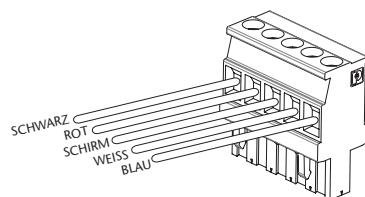

fig. 5
2. Schließen Sie jede Ader des CAN-Bus-Kabels an dem mitgelieferten 5-poligen Stecker (951 880) an (Abb. 5).